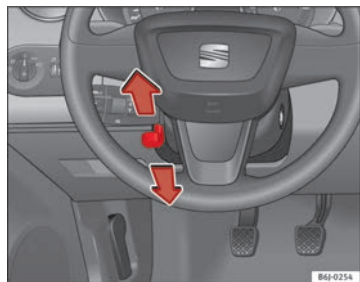

Fig. 97 Regulação da altura do volante
- Puxe para baixo a alavanca ⇒ Fig. 97 situada por baixo da coluna da direcção ⇒ ⚠.
- Ajustar o volante até atingir a posição pretendida ⇒ Fig. 97.
- Ajustar o banco do condutor ou o volante, de modo a que a distância entre o volante e o tórax seja de pelo menos 25 cm ⇒ Fig. 97. Se não se respeitar a distância mínima, o sistema de airbag não pode exercer a sua função de protecção – perigo de morte!